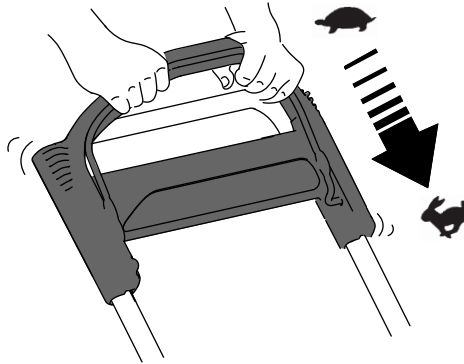

Figuur 10
2. Plaats de elektrische startknop in de elektrische starterschakelaar (A van Figuur 10).
3. Knijp de bedieningsstang in en houd deze tegen de handgreep (B van Figuur 10).
4. Druk op de elektrische startknop en houd deze ingedrukt tot de motor start (C van Figuur 10).